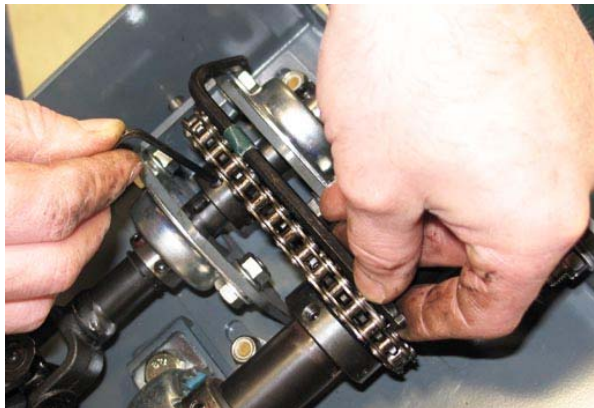

AFB. 48
9. Tryk støttepladens svejsekonstruktion/flangelejer godt ind mod den øverste låsering, og stram stilleskruerne i de øverste og nederste flangelejer. Spænd stilleskruerne til et moment på 8,1–10,8 Nm/72–96 in lbs. (Fig. 48/Fig. 49)